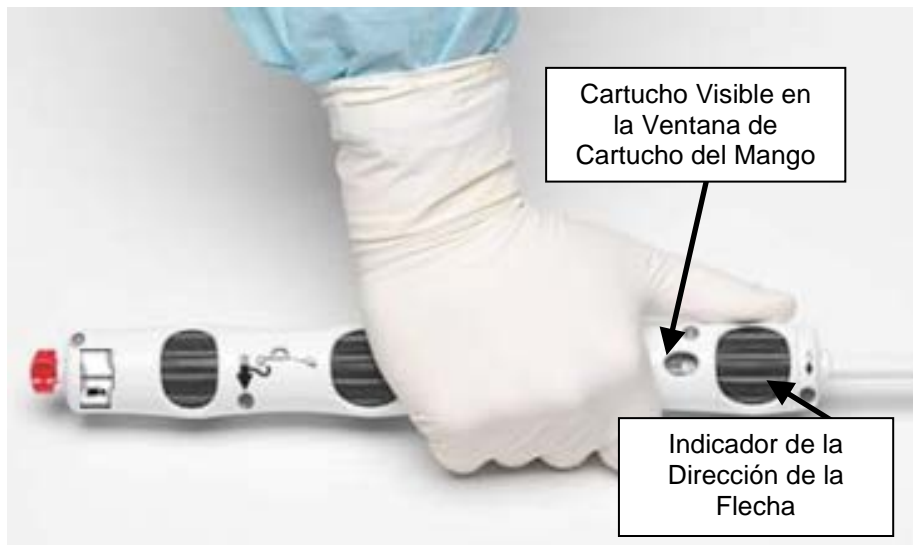

Figura 4.3: El Cartucho está Visible en la Ventana de Cartucho del Mango
- c. Insertar el extremo proximal del cartucho en el enchufe distal del mango y rotar la perilla de control en la dirección indicada por la flecha negra para sujetar el cartucho. Dejar de rotar la perilla de control cuando sea visible el extremo proximal del cartucho en la ventana de cartucho (Figura 4.3).